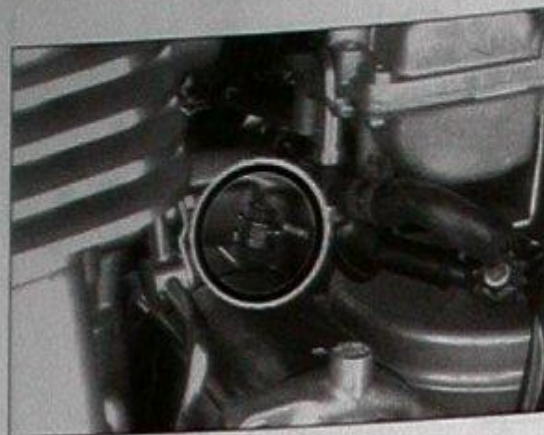

Bild 119
- Pluskabel (Bild 118) vom Starter trennen, zwei Befestigungsschrauben (Bild 119) herausdrehen.
- O-Ring geölt in Nut des Frontdeckels einsetzen, Starter von rechts einsetzen. Befestigungsschraube ① Bild 119 mit Massekabel anschliessen.